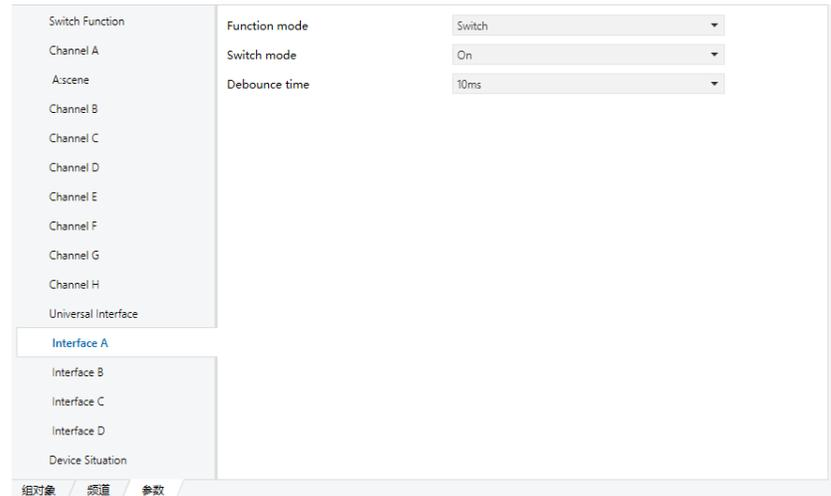

图 6.2.2
2)设置完成后, 右侧会出现 Interface A-D 四个 IO 接口, 点击各干接点接口设置其参数。下面以 Universal Interface A 为例, 如图 6.2.2。